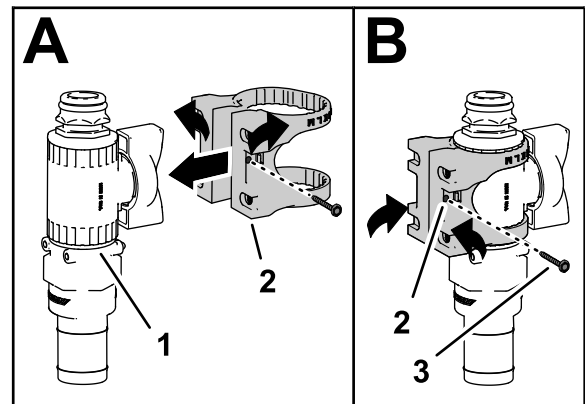

Bild 27
5. Befestigen Sie die Ventilhalterung am Regelventil, wie in A in **Bild 27** abgebildet.
6. Befestigen Sie die Ventilbefestigung mit dem Bundbolzen (Nr. 6) am Regelventil und ziehen es mit der Hand an (B in **Bild 27**).